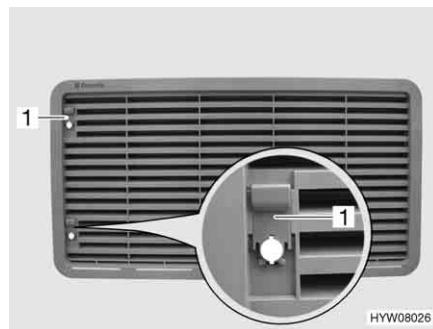

Bild 169 Kühlschrank-Lüftungsgitter
- Schieber (Bild 169,1) nach oben schieben.